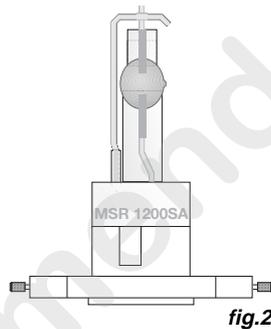

fig.2
4. **(fig.2)** Levantar el soporte de aluminio y colocar la lámpara en el portalámparas. No tocar el bulbo de la lámpara con los dedos. Si ello sucediese, limpiarlo antes de su empleo utilizando un paño y un poco de alcohol. Limpiar luego con un paño seco.